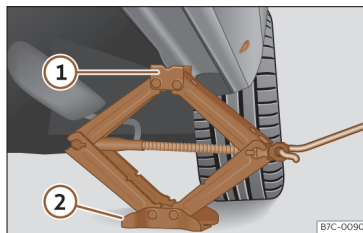

Fig. 215 Bas de caisse : emplacement du cric du véhicule.
- Tournez la manivelle du cric, placé sous le point d'appui du bas de caisse, pour le lever jusqu'à ce que l'ergot ① >>> **fig. 215** se trouve sous le logement prévu à cet effet.
- Alignez le cric de sorte que l'ergot ① « s'encastrer » dans le logement prévu à cet effet sur le bas de caisse et que la plaque de base mobile ② repose sur le sol. La plaque de base ② doit se situer à la verticale du point d'appui ①.